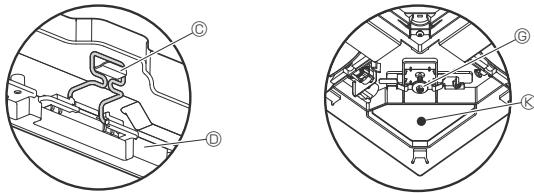

Fig. 9-7
- Efter åtdragning av skruven kontrollerar du att de två gallerkrokarna (Fig. 9-7) läses på krokarna på huvudenheten.